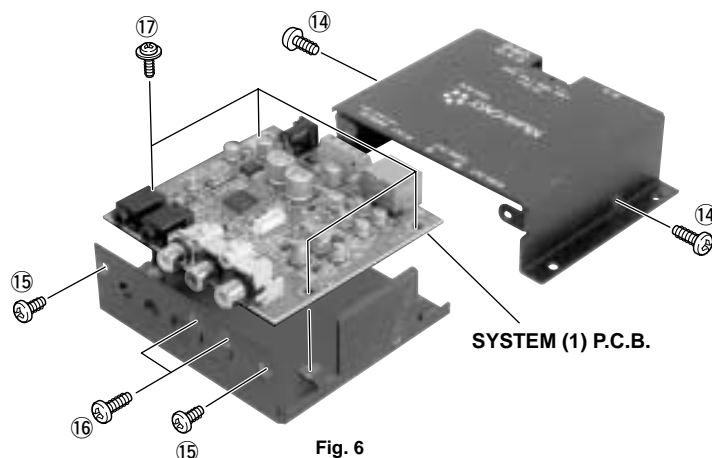

Fig. 6
- a) Remove 2 screws marked [14] and 2 screws marked [15]. (Fig. 6)
- b) Remove the Cover by sliding it rearward. (Fig. 6)
2. Removal of SYSTEM (1) P.C.B.
- a) Remove 2 screws marked [16]. (Fig. 6)
- b) Remove 4 screws marked [17]. (Fig. 6)
- c) Remove SYSTEM (1) P.C.B. by sliding it rearward. (Fig. 6)
- a) 14のネジ2本、15のネジ2本を外します。(Fig.6)
- b) カバーを後方へスライドさせ、取り外します。(Fig.6)
2. SYSTEM(1) P.C.B.の外し方
- a) 16のネジ2本を外します。(Fig.6)
- b) 17のネジ4本を外します。(Fig.6)
- c) SYSTEM (1) P.C.B.を後方へスライドさせ、取り外します。(Fig.6)